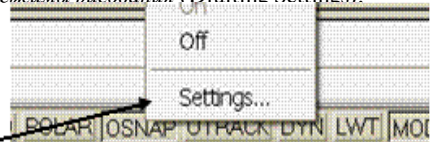

Рис. 169
- использовать контекстное меню, которое вызывается щелчком правой кнопки мыши при нажатой клавише *Shift* (рис. 169).